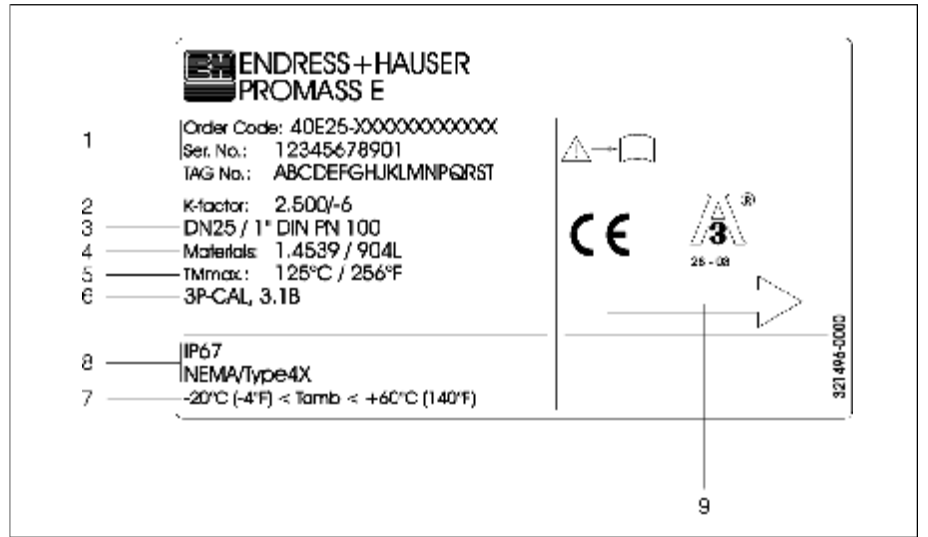

图 2: Promass F 传感器铭牌说明 (示例)
Promass E的两根测量管必须水平，正确的安装应使变送器的外壳竖直向上或向下（视图2和3），应避免变送器外壳与管道处于同一水平面上。
- 水平管道:如视图2安装